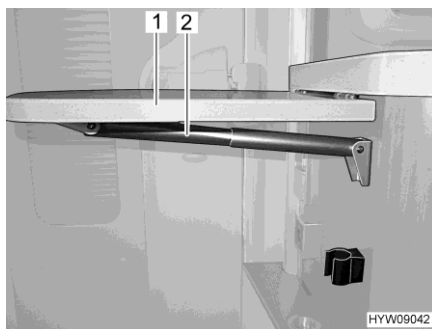

Fig. 57 Tavolo ribaltabile su bancone
- Afferrare in basso il tavolo ribaltabile su bancone (Fig. 57,1) e tirandolo leggermente estrarlo dall'incastro.
- Orientare il piano del tavolo verso l'alto, fino all'aggancio dell'elemento di fissaggio del supporto telescopico (Fig. 57,2). Rilasciare il piano del tavolo.